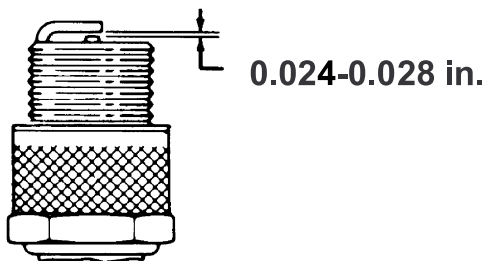

図 31
- 取り付け前にもう一度エアギャップを確認する (図 31)。